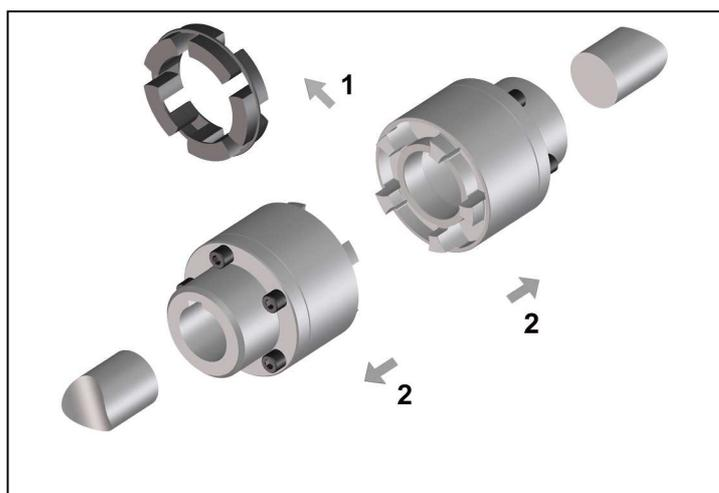

Bild 3
- Nehmen Sie den elastischen Zwischenring heraus (Bild 3, Pos. 1).
- Ziehen Sie die Flanschnaben mit den Zwischenhülsen in der vorgesehenen Position auf die Wellenenden auf (Bild 3, Pos.2).